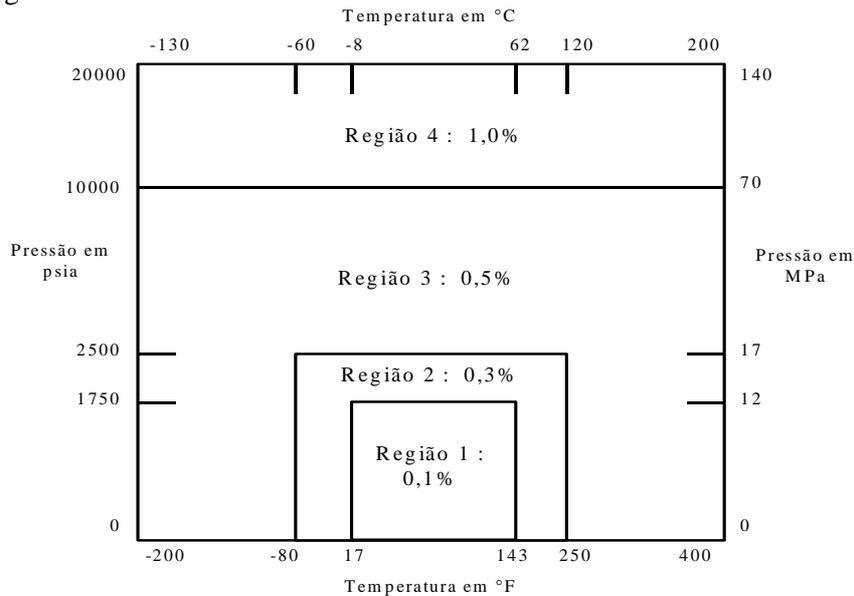

Figura 6-2 Erro no Cálculo do Fator de Compressibilidade
O cálculo do fator de compressibilidade (Z) por este método incorre em um erro intrínseco conforme figura 6-2, que envolve a temperatura e pressão do gás.